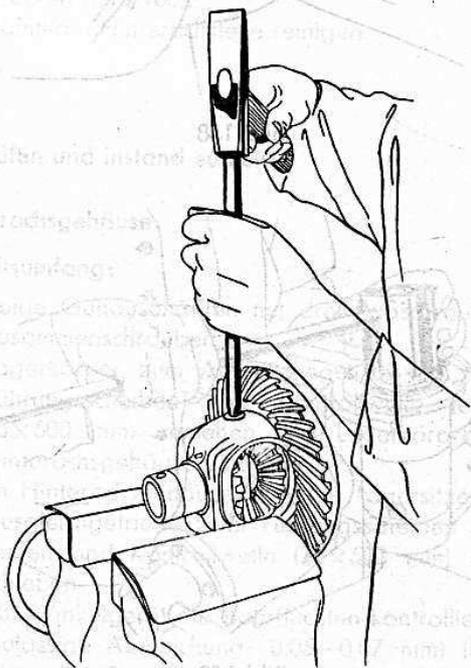

Bild 151
5. Stift zum Bolzen am Ausgleichgetriebe herausschlagen (Bild 150), Bolzen austreiben (Bild 151) und Kegelräder und Anlaufscheiben aus dem Ausgleichgehäuse herausnehmen.